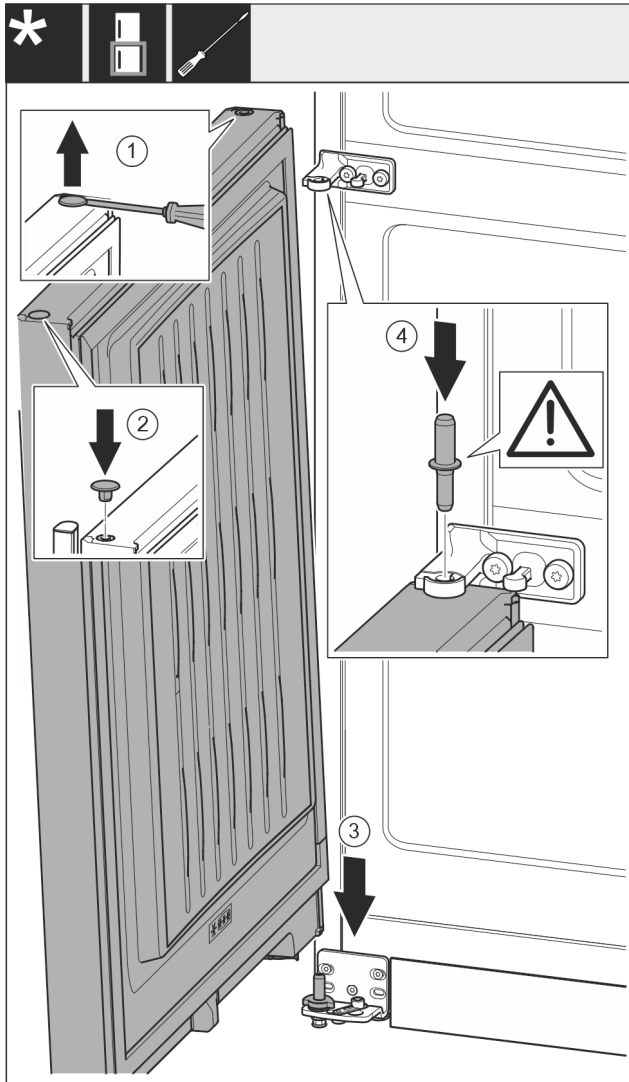

Fig. 19
- ▶ Ανασηκώστε προσεκτικά και τραβήξτε έξω την τάπα με ένα ίσιο κατσαβίδι. Fig. 19 (1)
- ▶ Τοποθετήστε ξανά την τάπα στην άλλη πλευρά της πόρτας. Fig. 19 (2)
- ▶ Τοποθετήστε την πόρτα από επάνω στον κάτω πείρο. Fig. 19 (3)
- ▶ Τοποθετήστε τον μεσαίο πείρο μέσα από το μεσαίο στήριγμα στην κάτω πόρτα. Βεβαιωθείτε ότι το έκκεντρο ασφάλισης είναι στραμμένο προς τα πίσω. Fig. 19 (4)